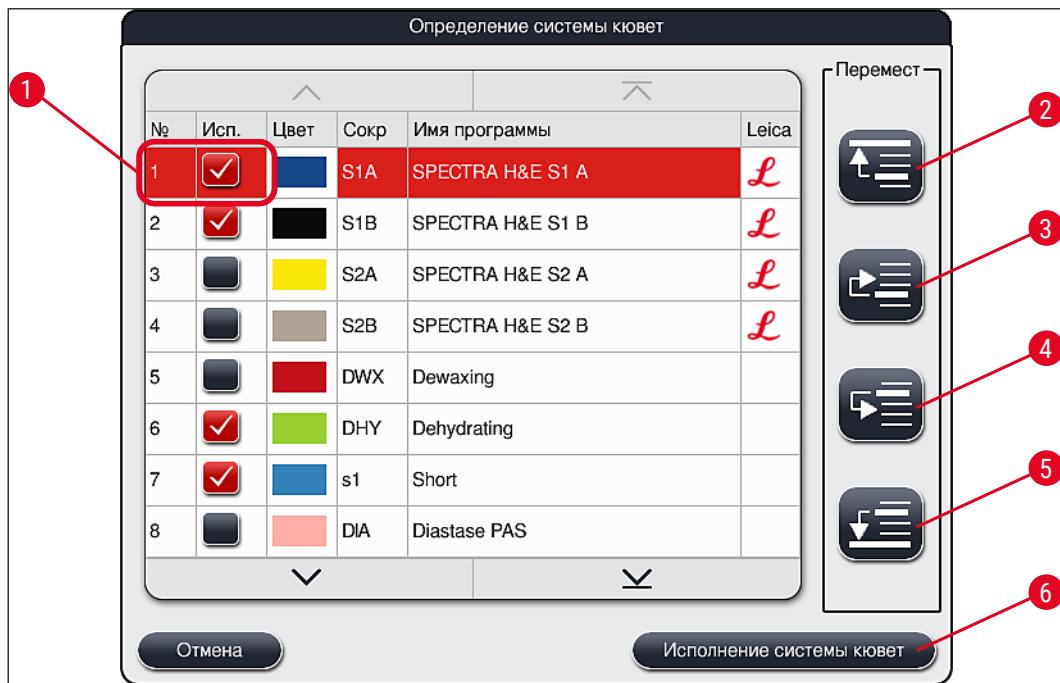

Рис. 50
- Нажмите кнопку **Продолжить** (→ "Рис. 52-4") для продолжения или **Отмена** (→ "Рис. 52-5") для возвращения к выбору программ (→ "Рис. 50").